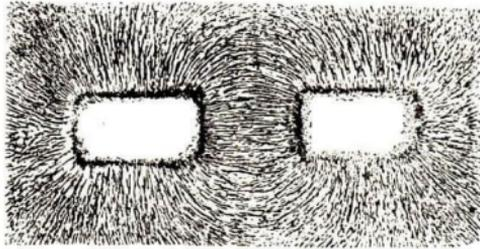

Abb. 285. Feld eines Hufeisenmagnetes
b) Man bringe in das Feld ein Blatt Papier und bestreue es mit **Eisenfeilspänen** (Abb. 285)! Erschüttert man die Unterlage, so ordnen sich die Eisenspänchen zu schönen Kurven an, die man **Kraftlinien** nennt.